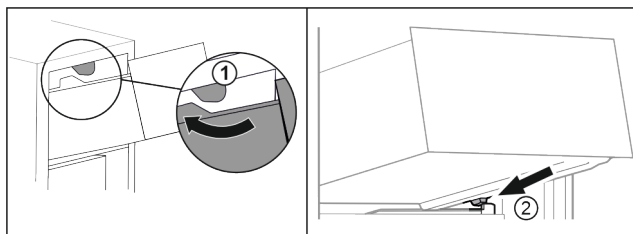

Fig. 88
- Prevedte zásuvku okolo horných zarážok. Fig. 88 (1)
- Nasadte zásuvku šikmo za dolnými zarážkami na rebro nádoby. Fig. 88 (2)